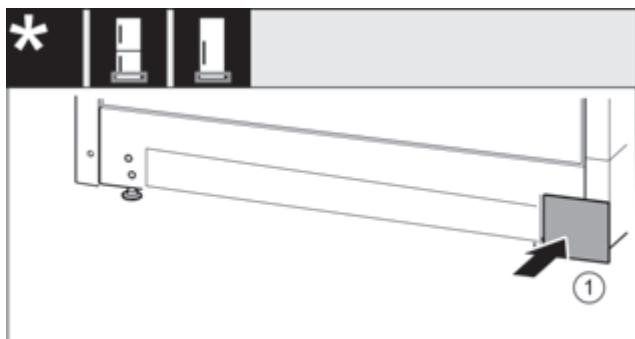

Fig. 16
- Знову одягнути кришку з іншого боку. Fig. 16 (1)